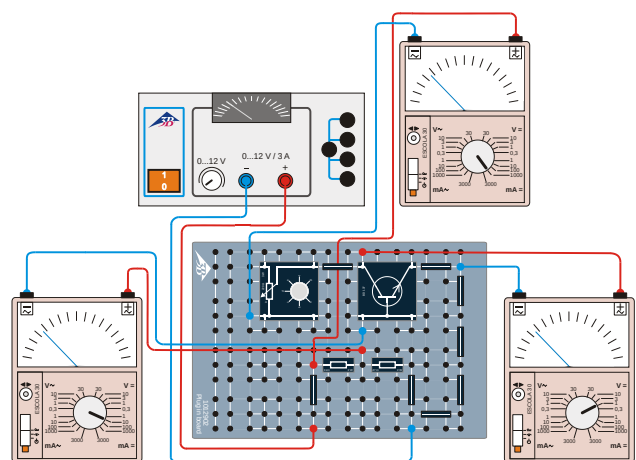

Fig. 5: Schaltskizze zur Aufnahme der Ausgangskennlinie.
- Schaltung gemäß Fig. 5 aufbauen. Potentiometer $1\text{ k}\Omega$ durch den Widerstand $47\text{ k}\Omega$ ersetzen. Zusätzlich Potentiometer $220\ \Omega$ vor den Kollektor einstecken. Die drei angeschlossenen Analog-Multimeter dienen der Kontrolle der Basisstromstärke I_B sowie der Messung der Kollektor-Emitter-Spannung U_{CE} und der Kollektorstromstärke I_C .